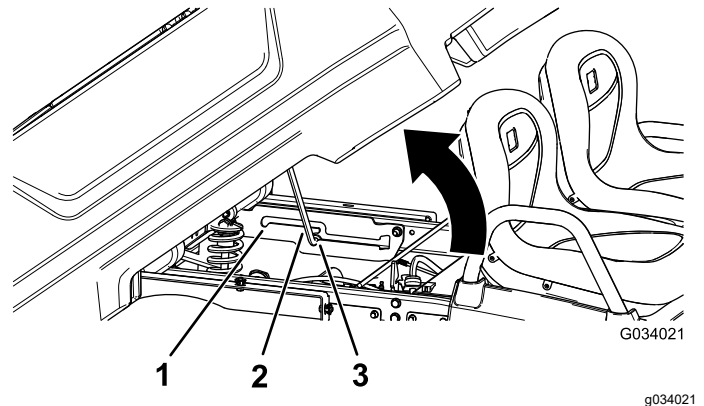

Figura 13
2. Tire de la varilla de sujeción hasta la ranura de retención de la posición de volcado para fijar la plataforma antes de volcar la carga (Figura 13).
2. Tire de la varilla de sujeción hasta que entre en la ranura de retención de la posición de servicio, para afianzar la plataforma mientras se realizan tareas de mantenimiento (Figura 13).
2. Extraiga la varilla de sujeción de la muesca de la ranura (Figura 13).